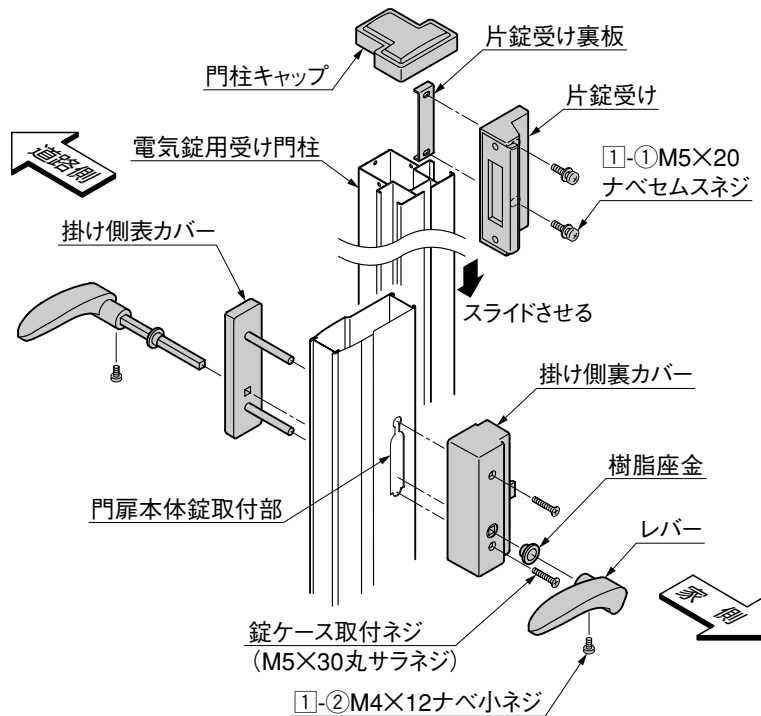

図3-3
- 1 図3-3にしたがって、門扉に錠を取付けてください。
- 2 片錠受けを門柱に①-①で取付けてください。